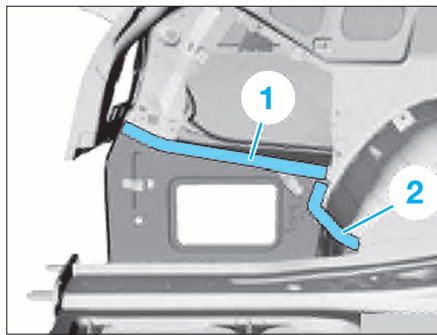

FIG. 41
- Sur Touring, défaire des deux côtés les cordons de soudure dans les zones (1) et (2) (Fig.41).